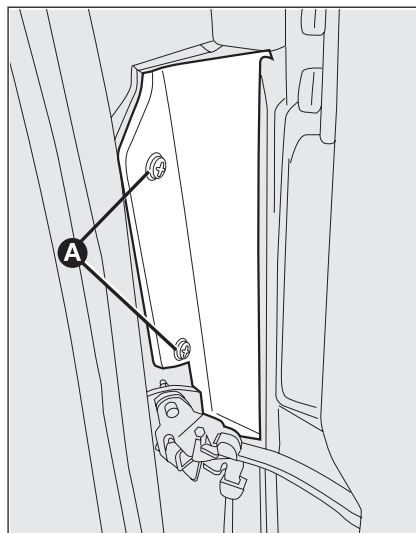
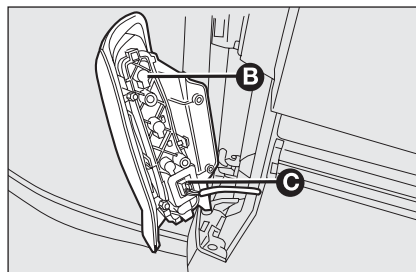

fig. 28
fig. 29
- desserrer les vis **A**-fig. 28 de façon à accéder au groupe optique **B**-fig. 29;
- enlever le connecteur **C**-fig. 29;